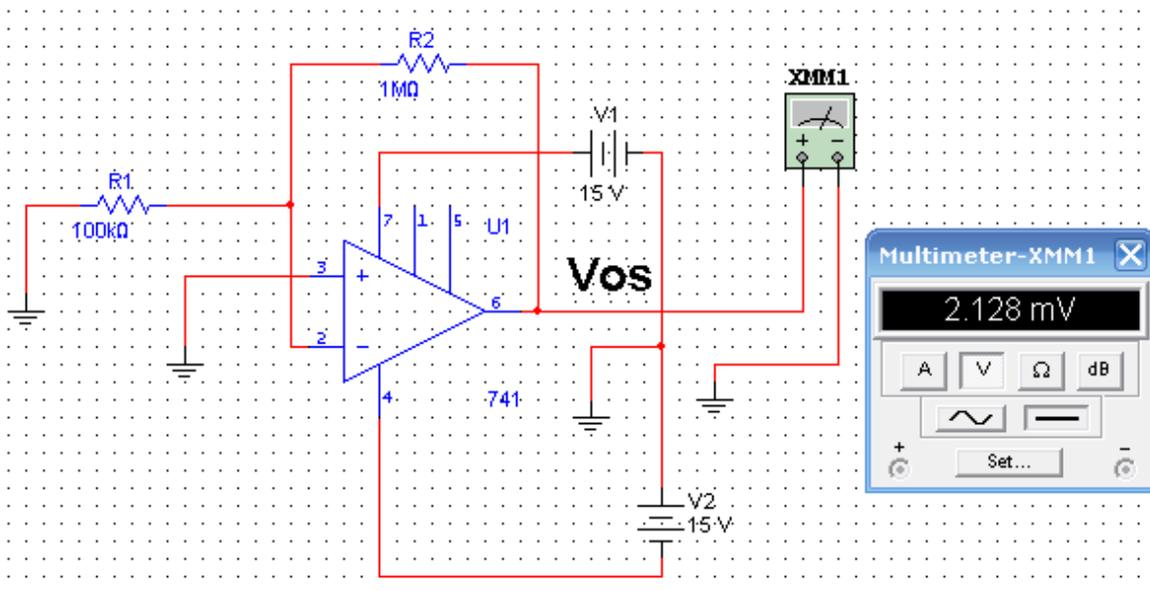

Figura 2.- Diagrama del circuito para medir el voltaje de offset a la salida.
1. Armar el diagrama mostrado en la figura 2.